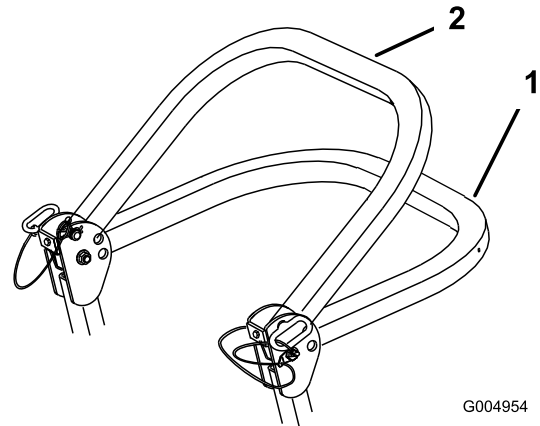

Bild 4
2. Senken Sie den Überrollbügel ab (Bild 4).
Hinweis: Es gibt zwei abgesenkte Stellungen, siehe Bild 4.